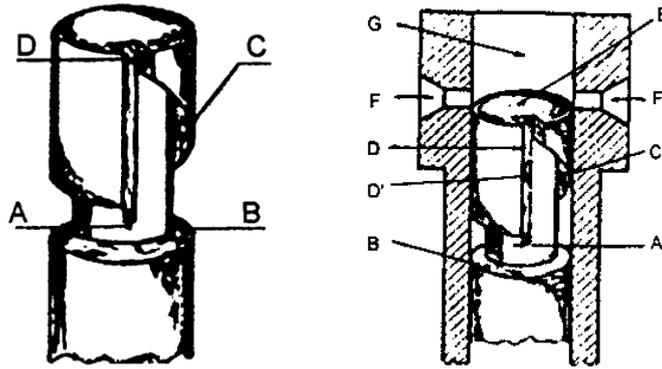

Fig. 35
supérieure du piston (E) La chemise comporte deux orifices d'admission du combustible (F). (fig. 35).